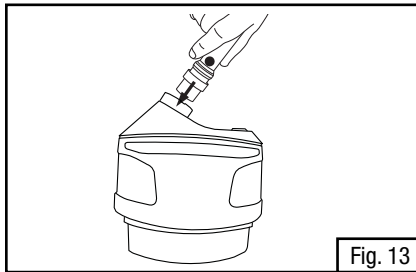

Fig. 13
- Inserte el indicador de flujo de aire TR-970 en la salida de la unidad de motor/ventilador TR-300. Si el tubo de respiración está en su lugar debe quitarlo para permitir la inserción del indicador de flujo de aire (Fig. 13).